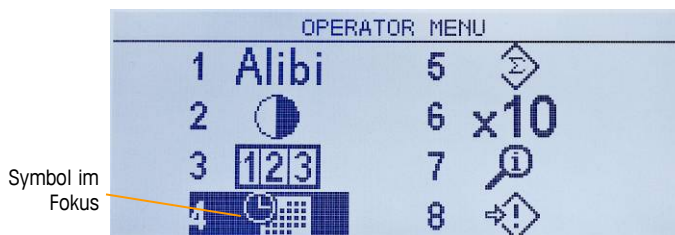
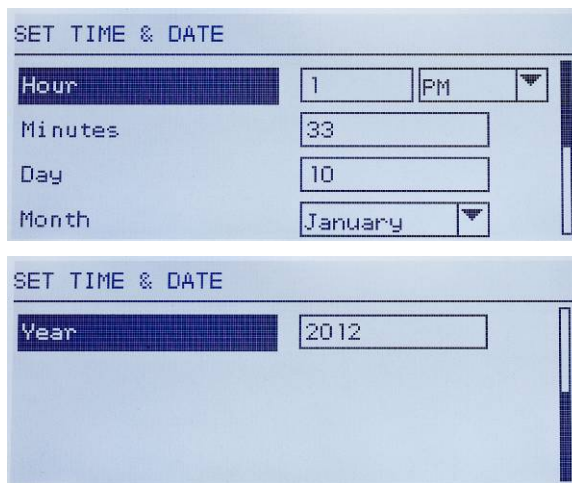
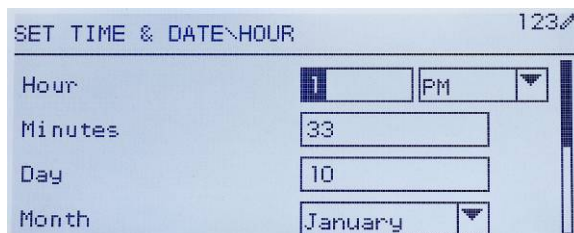

Abbildung 2-3: Anzeige des Bedienermenüs
Abbildung 2-4: Zeit & Datum einstellen
Abbildung 2-5: Setup von Zeit & Datum, Stundenfeld im Fokus
Um auf das Bedienermenü zuzugreifen, drücken Sie die Taste **MENÜ** . Die Anzeige ändert sich von einer normalen Wägeanzeige in eine Anordnung von Symbolen (Abbildung 2-3). Die aufgeführten Symbole hängen von der Konfiguration des Terminals ab – Details hierzu finden Sie in Tabelle 2-5.
- Wenn sich der Fokus in der linken Spalte befindet (siehe Abbildung 2-3 und Abbildung 2-4), verlassen Sie durch Drücken der LINKEN Pfeiltaste das Menü **SETUP** und navigieren zum Menü **BEDIENER**.
Wenn Sie sich beispielsweise auf dem in Abbildung 2-3 dargestellten Bildschirm befinden, wird durch Drücken auf **EINGABE** oder durch Drücken auf die 4 der Setup-Bildschirm **Zeit & Datum** angezeigt.
In Abbildung 2-4 befindet sich eine Feldbeschriftung (**Stunde**) im Fokus. In Abbildung 2-5 wird das numerische Eingabefeld für den Stundenwert ausgewählt. Verwenden Sie die Zahlenfeldtasten, um den Wert zu ändern. Wenn die richtige Zahl eingeblendet wird, drücken Sie auf EINGABE, um die Auswahl zu bestätigen und navigieren zur nächsten Feldbeschriftung (**Minuten**).
Wenn alle Zeit- und Datumswerte richtig eingestellt sind, drücken Sie die LINKE Pfeiltaste, um zum Bedienermenü zurückzukehren (Abbildung 2-3).